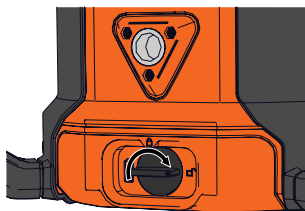

Figure 4
1. Enfoncer et tourner le bouton de verrouillage de piles dans le sens horaire vers la position de déverrouillage  . (Figure 4)